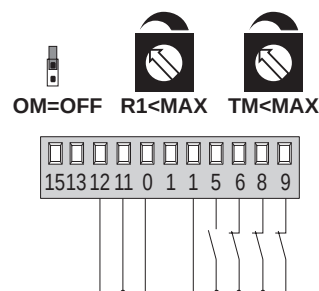

Fig. 6.1
- (Abb. 6.1) Verwendung ohne Endschalter